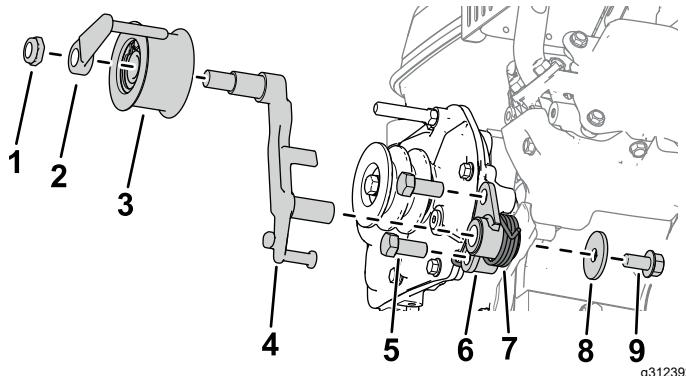

図 3
5. ギアボックスにクラッチブラケットを取り付けるボルト $7/16 \times 1"$ 2本で図 3 のように取り付ける。
6. クラッチブラケットにクラッチレバーを取り付ける図 3。
7. クラッチブラケットにトルクスプリングを取り付けるワッシャ $3/8 \times 1-3/8"$ とボルト $3/8 \times 3/4"$ で図 3 のように取り付ける。
8. クラッチレバーにアイドラプーリアセンブリを取り付けるベルトガイドと六角ナットを使用する図 3。